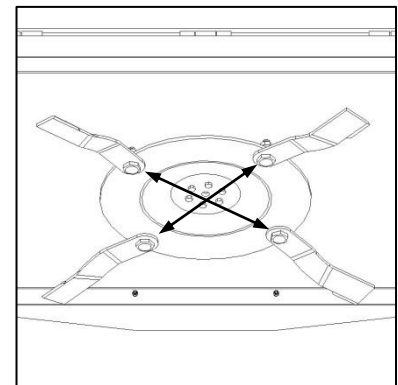

Fig. 9
- ✔ Weigh blades before installation. Blades of nearest equivalent masses should be installed in opposing positions on the same cutting gear assembly to maintain balance (Fig. 9).
- ✔ Weeg lemme voor installering. Lemme met die mees eenderse massas moet teenoor mekaar op dieselfde snymeganismemontering aangebring word om balans te handhaaf (Fig. 9).